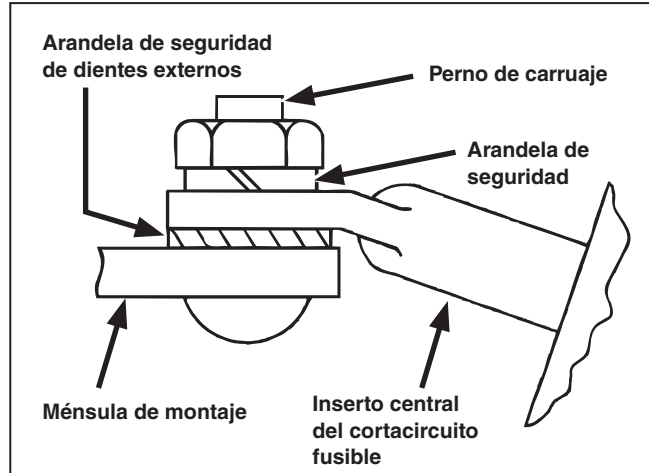

Figura 1. Detalle de anclaje del cortacircuitos fusible a las ménsulas de montaje.
PASO 1. Fije el cortacircuitos a una ménsula de montaje adecuada, como se ilustra en la Figura 1. Apriete la tuerca del perno de carruaje hasta que quede ajustada pero lo suficientemente floja para permitir el ajuste del pivote. Observe el repuesto de la arandela de seguridad de dientes externos entre la ménsula de montaje y el inserto central del montaje.